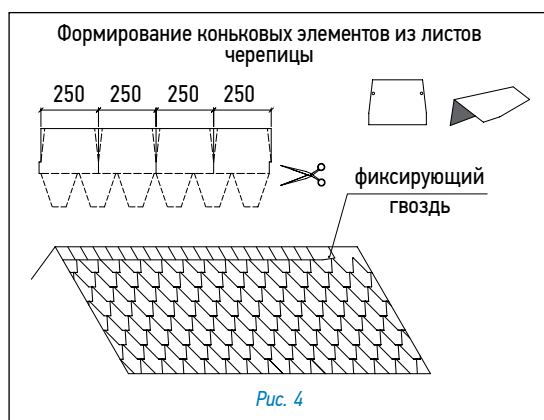

Рис. 4
Ендова (рис. 4)
- лист, подходящий к ендове со ската II, должен доходить до линии подрезки и обрезаться по ней. Верхний уголок обрезанного края листа подрезается под углом 60° (5 × 3 см — рис. 4);
Конек (рис. 4)
При оформлении конька используется специальная коньково-карнизная черепица, либо коньковые элементы, которые нарезаются непосредственно из листов черепицы и подкраиваются в форме трапеции (рис. 4). Коньковые элементы укладываются внахлест на коньки и ребра (направление укладки по преимущественному направлению ветра). Каждый коньковый элемент фиксируется двумя гвоздями, которые перекрываются следующим коньковым элементом.